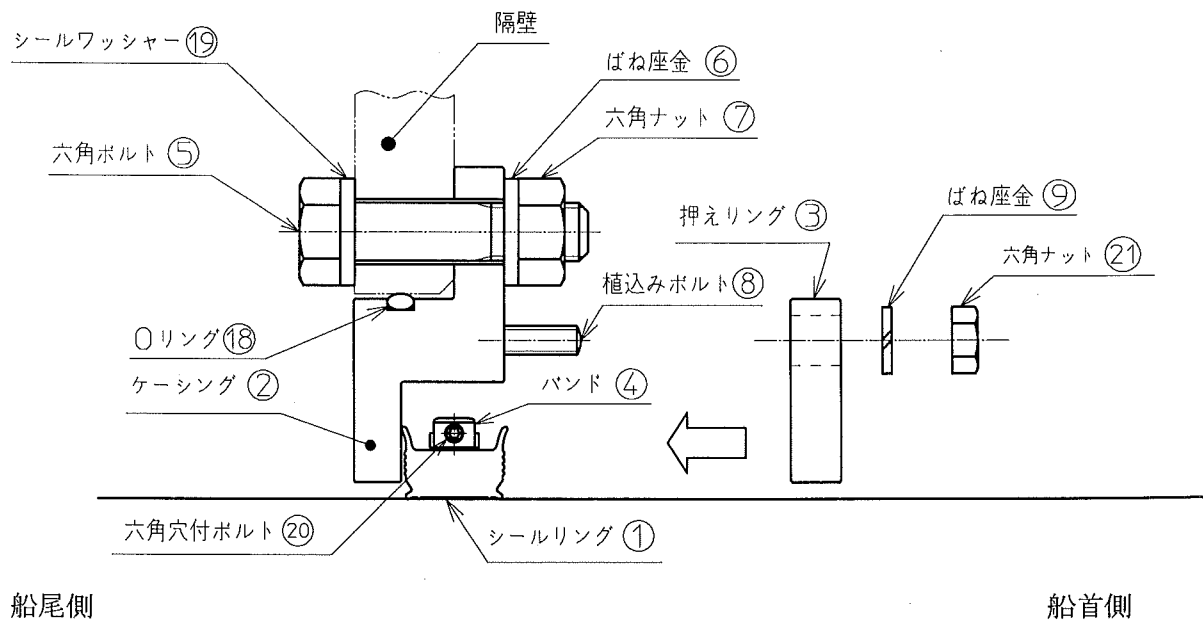

図8 押えリング③取付要領
(9) ケーシング②への押えリング③の取付について(図8参照)